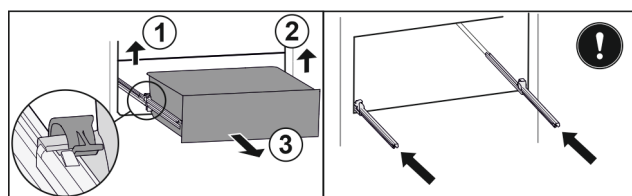

Fig. 103
- ▶ Løft venstre klemme og trekk samtidig skuffen fremover til venstre. Fig. 103 (1)
- ▶ Løft høyre klemme og trekk samtidig skuffen fremover til høyre. Fig. 103 (2)
- ▶ Ta ut skuffen framover. Fig. 103 (3)